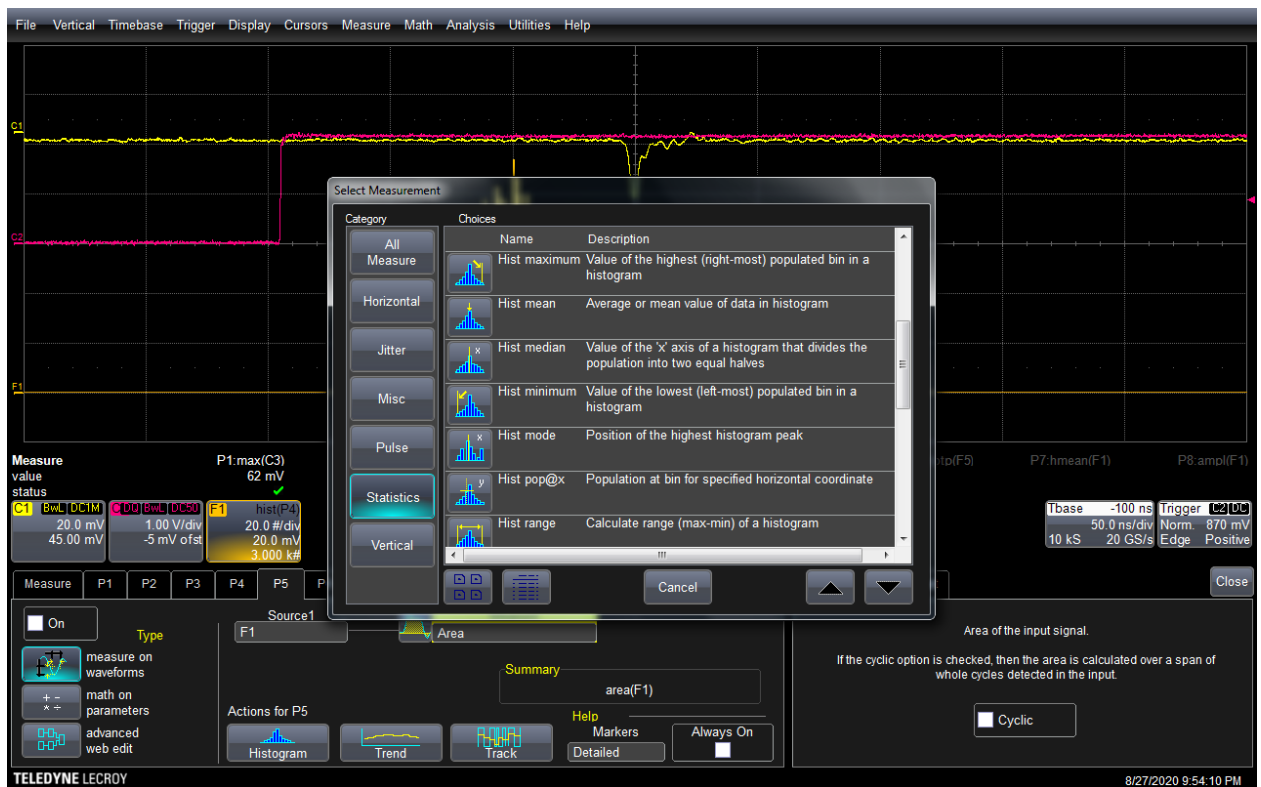

Рис. 23. Работа с осциллографом
8.6. Теперь надо узнать среднее значение этой гистограммы. Для этого надо добавить измерение P5, в котором в качестве источника указать F1 (наша гистограмма), а в поле “Measure” – параметр “Hist mean” (Рис. 23)